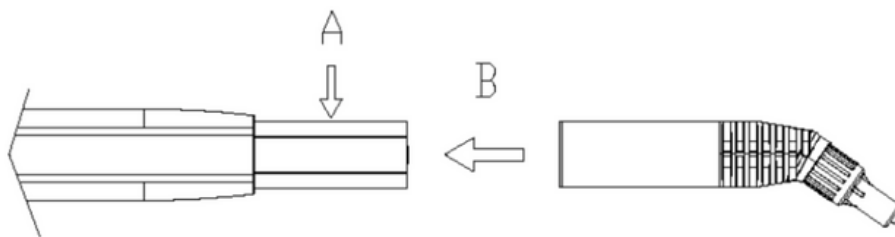

ABBILDUNG 4
- Drücken Sie die graue Verriegelungs-/Entriegelungstaste (ABBILDUNG 4-A). Schieben Sie das Zubehöerteil bei gedrückter Taste auf die Hauptdüse (ABBILDUNG 4-B). Drücken Sie das Zubehöerteil über die Taste und halten Sie es gedrückt, bis die Taste im rechteckigen Loch einrastet.